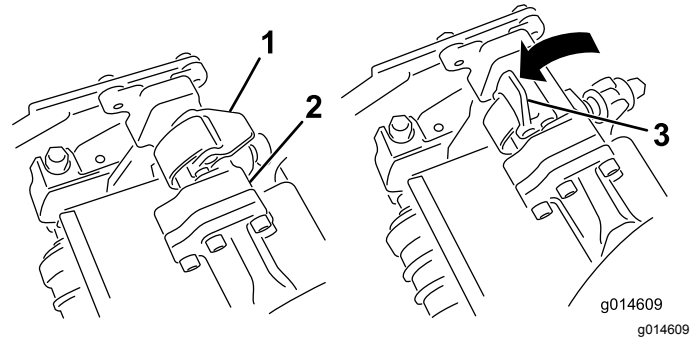

Bild 29
3. Die Riegel an der Aufhängearmstange müssen nach oben zeigen (d. h. offen) (**Bild 29**); drücken Sie den Aufhängearm dann so nach unten, dass die Stange über die Stange an der Oberseite der Schneideinheit passt (**Bild 30**).
4. Drücken Sie die Riegel nach unten um die Schneideinheitstange herum und arretieren sie (Bild 29).
4. Öffnen Sie die Riegel an der Aufhängearmstange der Schneideinheit, die Sie entfernen möchten (Bild 29).